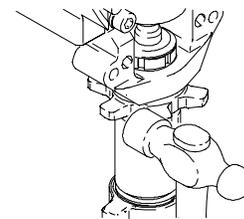

Abb. 17 7673B
6. Abb. 17. Mit einem max. 566 g schweren Hammer fest auf die Sicherungsmutter klopfen, um sie zu lösen. Pumpe abschrauben.